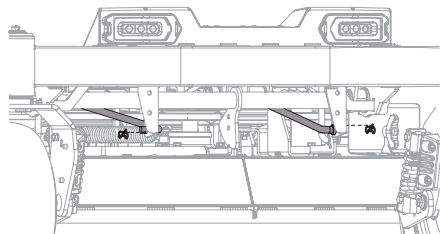

Figura 49
6. Extraiga los dos pasadores con unión curva de las varillas de la plataforma que sujetan los soportes del varillaje de elevación centrales delanteros a los soportes de elevación centrales delanteros de la plataforma y tire del extremo delantero de las varillas fuera de su lugar (Figura 49).